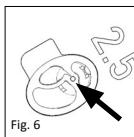

Fig. 6
■ **Fig. 6** Protesens klokke skal anbringes på fordybningens basis og hovedpladen skal sidde fuldstændigt i den dertil beregnede udsparring, så den øverste flade på hovedpladen passer med overfladen af sizer disken.